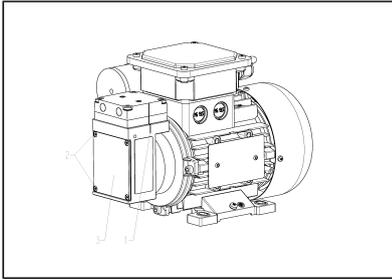

Abb.7 Markierung mit Filzstift
1. Markieren Sie Kopfdeckel, Zwischenplatte und Gehäuse mit einem Filzstift (Abb. 7/1), um eine korrekte Montage sicherzustellen.
2. Entfernen Sie den Gehäusedeckel (Abb. 7/3).
3. Lösen Sie die vier Befestigungsschrauben (Abb. 7/2) und entfernen Sie den Gehäusedeckel (Abb. 7/3).